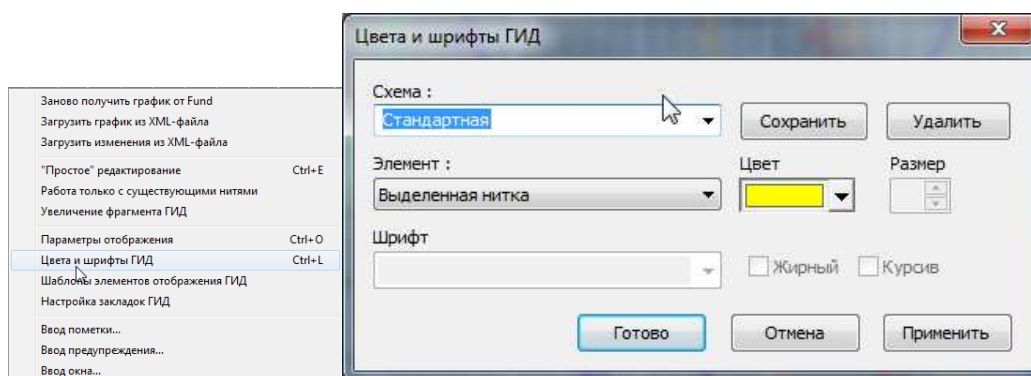

Рис.328
9.2.4. Выбор этого пункта меню выводит на экран окно «Цвета и шрифты ГИД» (см. рис.328).